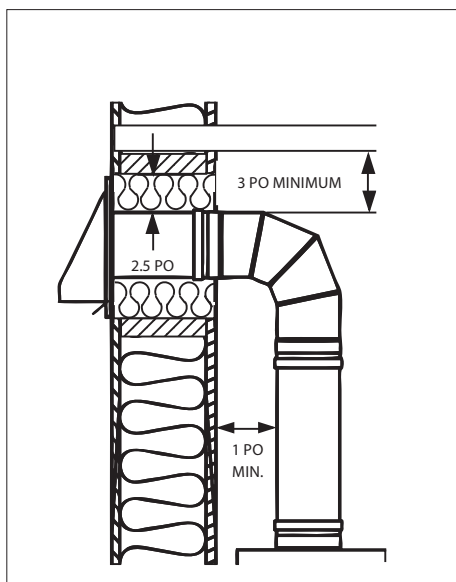

Figure 18
- Conserver des dégagements adéquats par rapport aux combustibles sur toute la longueur du système d'évacuation (voir **Figure 18**).